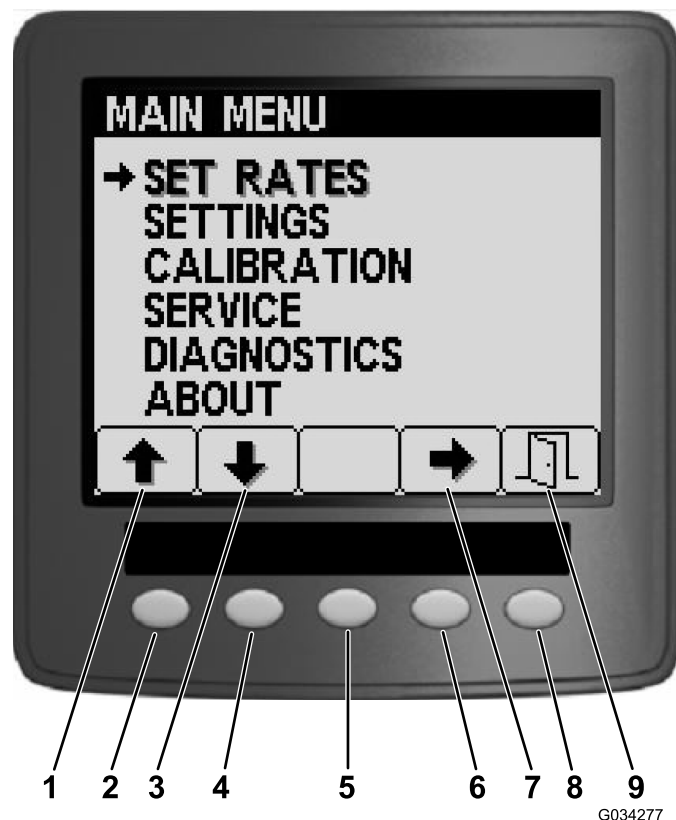
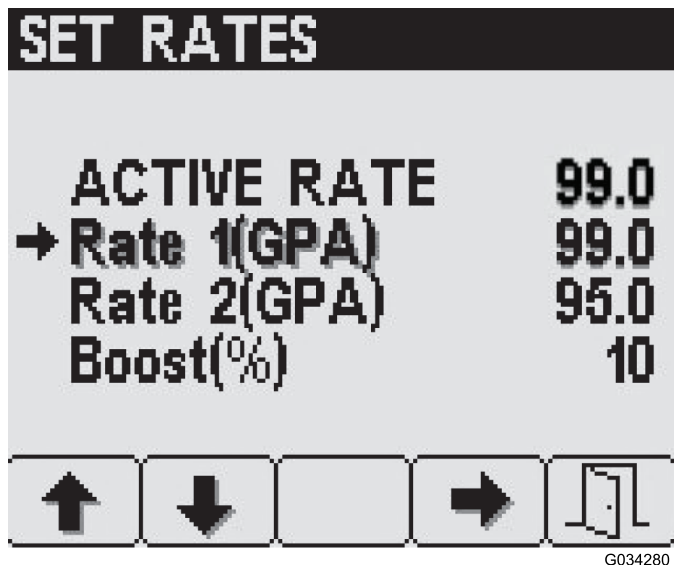
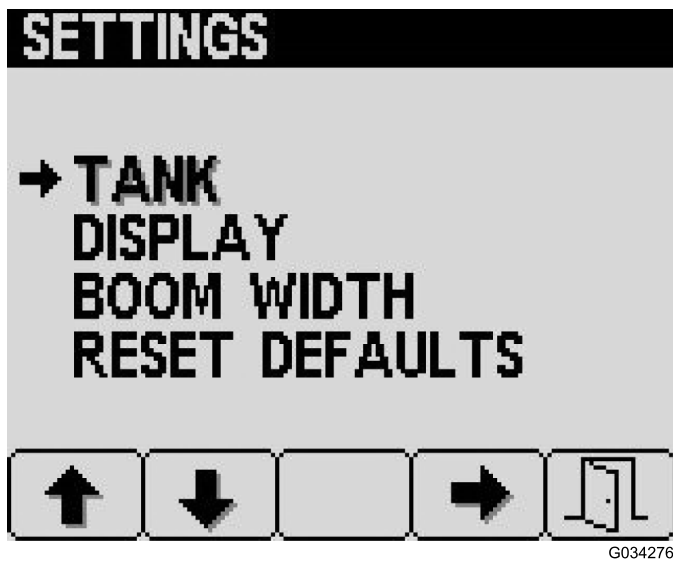

Bild 6
Bild 7
Bild 9
Vom Hauptmenü-Bildschirm können Sie auf den Bildschirm „Set Rates“, „Einstellungen“, „Kalibrierung“, „Service“, „Diagnostik“ oder „Info“ zugreifen (Bild 6).
Drücken Sie für den Zugriff auf den Bildschirm „Set Rates“ die Taste 2, bis Sie auf dem Hauptmenübildschirm (Bild 6), bis Sie „Set Rates“ erreichen und drücken Sie Taste 4, um „Set Rates“ auszuwählen (Bild 7).
1. Drücken Sie Taste 1 oder 2, bis Sie die gewünschte Dosierung oder den gewünschten Verstärkungsprozentsatz erreicht haben (Bild 7).
Drücken Sie für den Zugriff auf den Bildschirm „Einstellungen“ die Taste 2 auf dem Hauptmenübildschirm (Bild 6), bis Sie „Einstellungen“ erreichen und drücken Sie Taste 4, um „Einstellungen“ auszuwählen (Bild 9).
1. Drücken Sie auf den Bildschirm „Einstellungen“ die Taste 2, bis Sie „Display settings“ erreichen und drücken Sie Taste 4, um „Display“ auszuwählen (Bild 9).
1. Drücken Sie Taste 4 auf dem Bildschirm „Einstellungen“, um „Tank settings“ auszuwählen (Bild 9).
Die Einstellungen für die Auslegerlänge werden im Werk festgelegt (Bild 9).